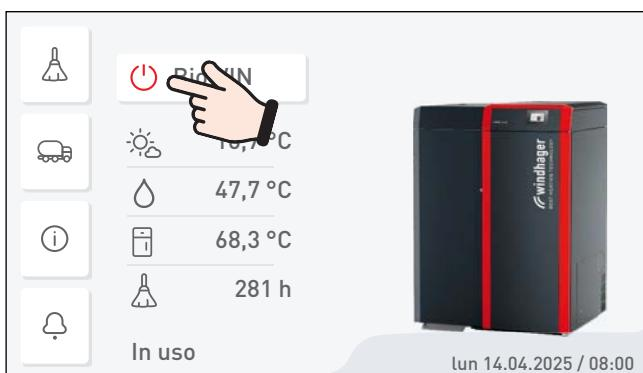

Fig.45 Spegnere caldaia a pellet
- ▶ Spegnere la caldaia con il tasto ON/OFF su InfoWIN Touch (Fig. 45 – vedere anche il manuale d'uso di InfoWIN Touch) e attendere la fine combustione (circa 20 minuti).